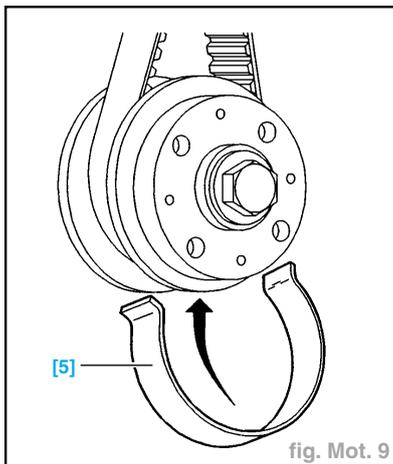

fig. Mot. 9
- Maintenir la courroie avec l'outil [5] (épingle de maintien réf. 0188K) (fig. Mot. 9).